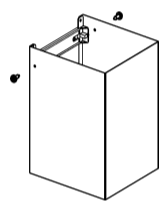

рис. 10
6.7 Выдвиньте фальштрубу и прикрепите ее винтами к кронштейну (рис. 10). На вытяжку «Рококо 60» установите фальштрубу и прикрепите ее винтами к кронштейну.